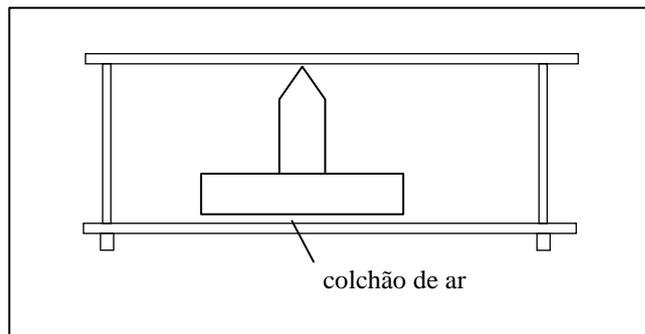

Figura 1. Pique sobre um colchão de ar em mesa de vidro. Vista lateral.
2. Conforme o arranjo experimental da Figura 1, siga os seguintes passos: